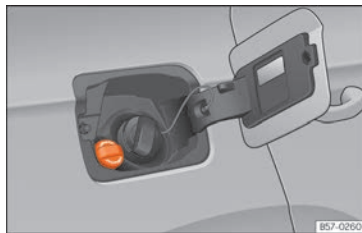

Fig. 268 Bouchon de la goulotte de remplissage du réservoir d'additif AdBlue.
- Ouvrez la trappe à carburant » fig. 268.
- Dévissez le bouchon de l'orifice de remplissage de SCR »» » **fig. 268**.